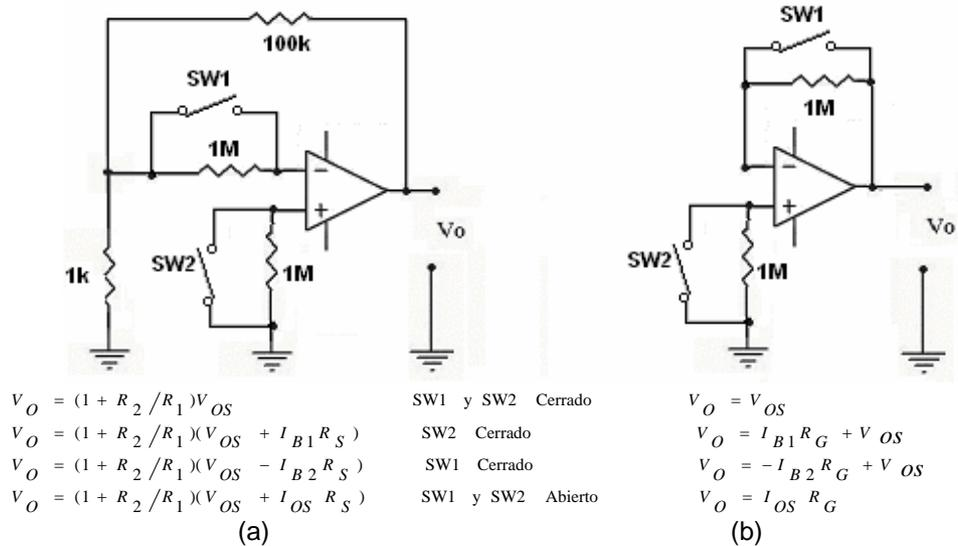

Fig.2
2. Medir V_{os} , I_{B1} , I_{B2} (Fig.2) [6] Recuerde medir con un multímetro el valor de R_1 , R_2 , R_S y R_G .